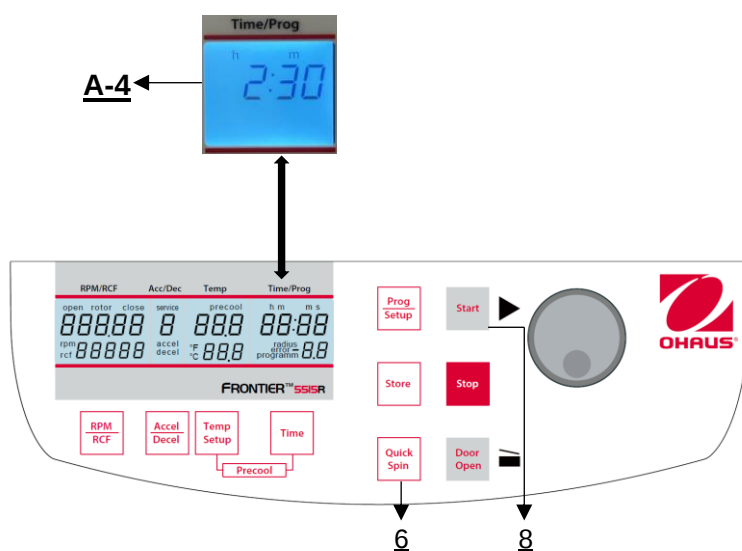

Figure 26
Vous pouvez démarrer la centrifugeuse soit avec la touche **"Start"** (8), soit avec la touche **"Quick Spin"** (6) (voir **figure 26**). La touche **"Start"** (8) permet de démarrer des cycles mémorisés ou des cycles dont les paramètres sont présélectionnés manuellement. La centrifugeuse s'arrête automatiquement à la fin de la durée de fonctionnement présélectionnée. La touche **"Quick Spin"** (6) permet de lancer des cycles qui ne durent que quelques secondes.